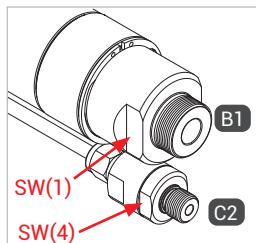
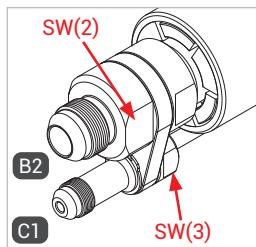

Abbildung 3
Abbildung 4
- ▶ Halten Sie beim Montieren des Füll- und Rückförschlauches, der Medienleitung und der Gasrückführung an den Anschlüssen „B1“, „B2“, „C1“ und „C2“ an den Schlüsselflächen SW(1), SW(2), SW(3) und SW(4) (*Abbildung 3* und *Abbildung 4*) mit einem Gabelschlüssel gegen.
- ▶ Verschrauben Sie die Betriebsmedienzuleitung „B1“ druckdicht mit der Medienleitung der Tankstelle (*Abbildung 3*). Anzugsdrehmoment siehe untenstehende Tabelle.
- ▶ Verschrauben Sie, falls vorhanden, die Gasrückführung „C2“ druckdicht mit der Gasrückführung der Tankstelle (*Abbildung 3*). Anzugsdrehmoment siehe untenstehende Tabelle.
- ▶ Verschrauben Sie die Betriebsmedienableitung „B2“ druckdicht mit dem Anschluss des Füllschlauches (*Abbildung 4*). Anzugsdrehmoment siehe untenstehende Tabelle.
- ▶ Verschrauben Sie, falls vorhanden, die Gasrückführung „C2“ druckdicht mit dem Anschluss des Rückförschlauches (*Abbildung 4*). Anzugsdrehmoment siehe untenstehende Tabelle.